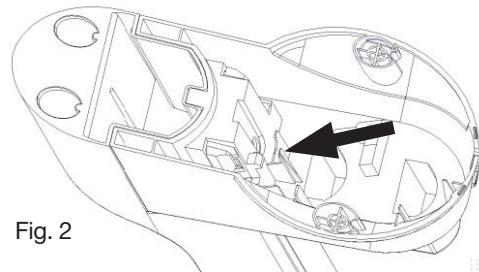

Fig. 2
2. Insérez l'extrémité du câble d'alimentation du chargeur secteur à l'endroit indiqué par la flèche sur la **figure 2**.